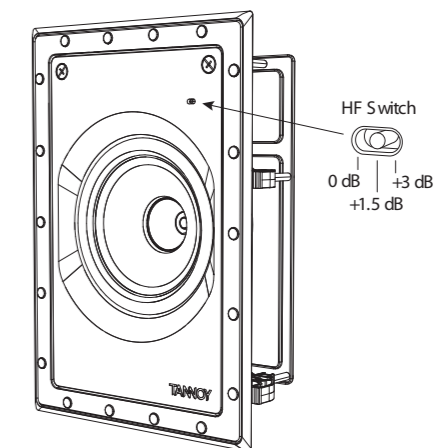

Fig. 14. HF Switch Positions
2. Przełącznik HF ma trzy pozycje, przy czym 0 dB jest płaska. W razie potrzeby wyreguluj, aby dopasować do położenia pomieszczenia i warunków akustycznych (rys. 14). (Niedostępne w QCI 6DC IW).